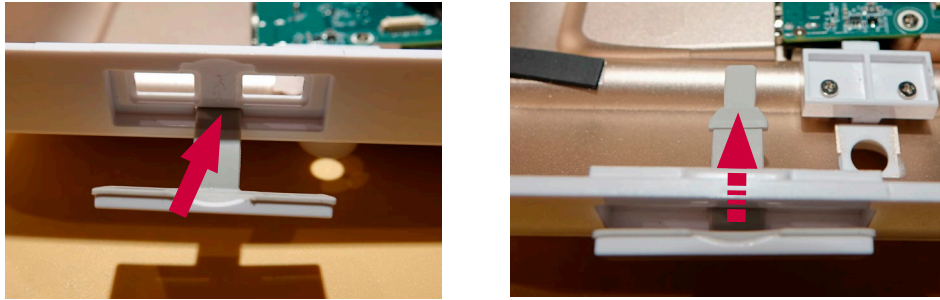

図26 新しいUSBカバーを取り付ける
- 新しいUSBカバーをケースの外側から挿入します。ゴムを傷つけないように注意しながら、ゆっくりと平らなドライバーで継手で押す(図26)